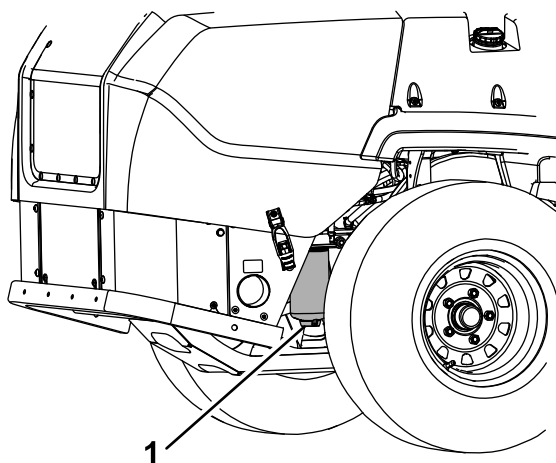

Рисунок 40
4. Откройте сливную пробку на водоотделителе примерно на один оборот, чтобы слить воду и другие загрязнения (Рисунок 40).